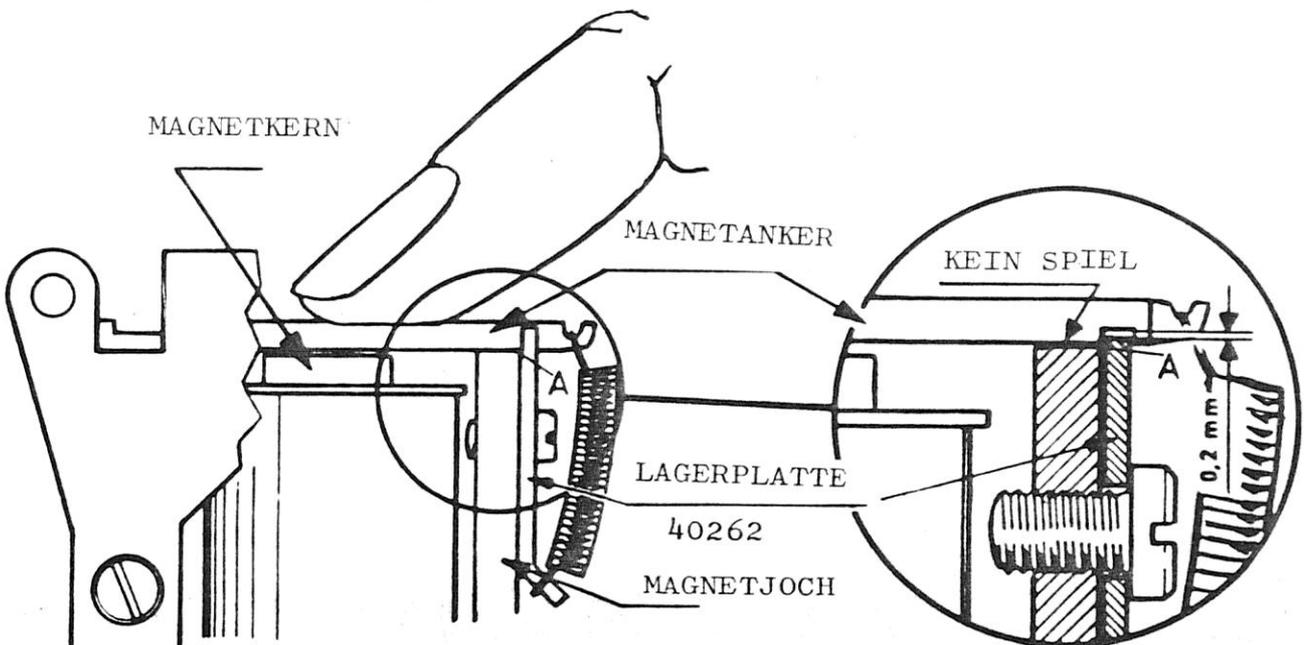

Fig 2
- 1.2.3 In abgefallener Stellung sollte der Anker gegen die obere Kante des Jochs liegen (A in Abb. 2).